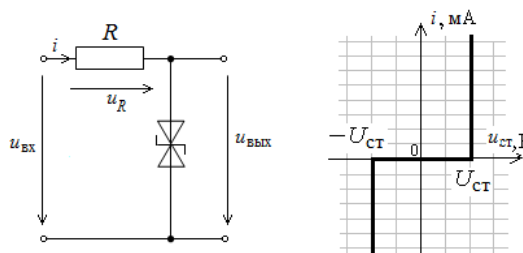

Рис. 7
3. На рис. 7 представлена схема стабилизации напряжения с полупроводниковыми стабилитронами (опорными диодами), где R – балластное сопротивление, $U_{ст}$ – напряжение стабилизации опорного диода. ВАХ нелинейного двухполюсника, представляющего собой соединение двух полупроводниковых стабилитронов, представлена на рис. 7. Используя метод кусочно-линейной аппроксимации, построить кривые мгновенного значения напряжения на балластном сопротивлении $u_R(t)$ и выходного напряжения $u_{вых}(t)$. Частота входного синусоидального напряжения $f=100$ Гц, напряжение стабилизации $U_{ст}=6$ В, действующее значение напряжения на входе $U=7$ В, значение балластного сопротивления R приведено в табл. 1.